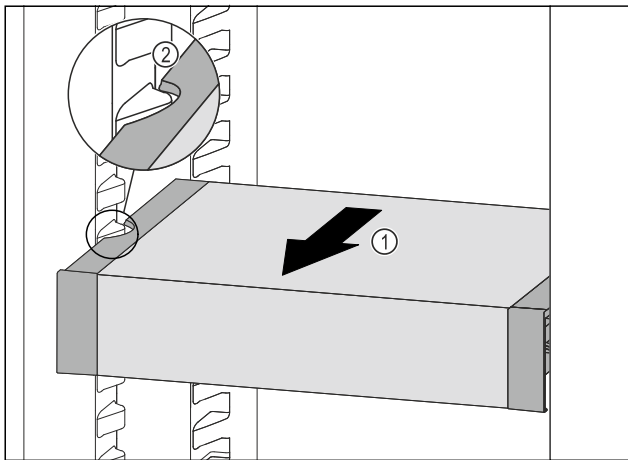

Fig. 116
- ▶ VarioSafe ťahajte dopredu Fig. 116 (1), kým sa bočné vybrania VarioSafe nebudú nachádzať vo výške rebra nádoby v chladničke. Fig. 116 (2)